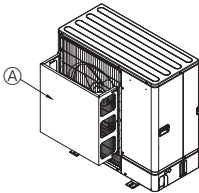

Fig. 2-5
- ② Installez un guide de sortie d'air en option si l'appareil est placé dans un endroit où les vents violents d'une tempête, par exemple, pourraient s'engouffrer directement dans la sortie d'air. (Fig. 2-5)